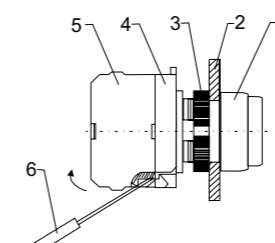

рис. 4
1) С помощью плоской отвертки следует приподнять подвижную защелку контактного элемента, а затем оттянуть контакт от промежуточного корпуса (рис. 4)